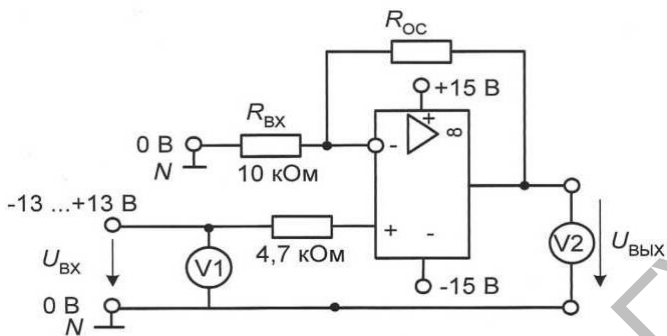

Рисунок 5.38
- Соберите цепь неинвертирующего усилителя (рис. 5.38 и 5.39) и снова измерьте выходное напряжение $U_{\text{ВЫХ}}$ при тех же значениях сопротивления отрицательной обратной связи $R_{\text{ОС}}$ и входного напряжения $U_{\text{ВХ}}$ согласно табл. 5.23. Постройте графики.